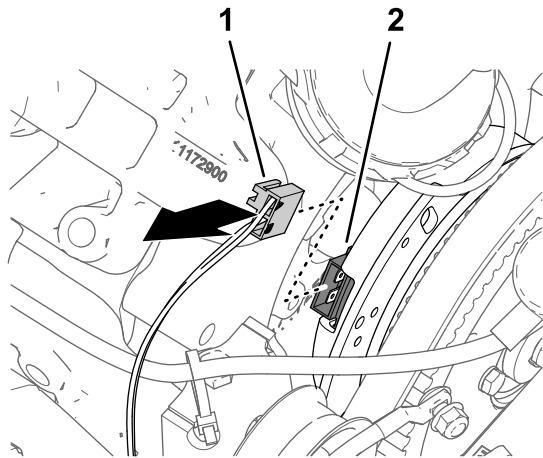

Figure 165
1. Débranchez le connecteur à 2 douilles du faisceau de la machine étiqueté SPRAY PUMP COIL du connecteur à 2 broches de l'alternateur (Figure 165).